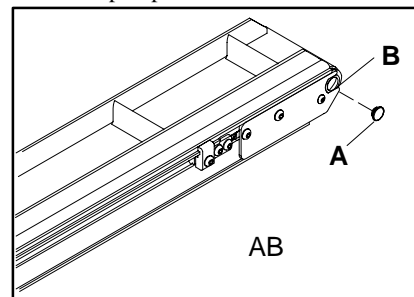

Figure 3
Toutes les parties non motrices disposent d'un bouchon en plastique (A de la figure 3) installé sur les extrémités de la poulie qui retient les entretoises (B). Utilisez un petit tournevis plat pour retirer ce bouchon.
Lorsque la lubrification est terminée (C), le graisseur peut être laissé en place ou être démonté et remplacé par un bouchon de plastique (A de la figure 3).